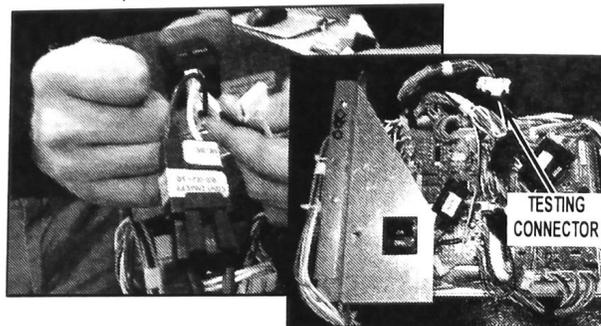

FIGURE 18
20. Rebrancher les conducteurs de phase et de neutre du module HT neuf à l'interrupteur d'alimentation principal de la platine. Si la platine de l'interrupteur n'est pas équipée d'un orifice pour le connecteur de test de fin de ligne, laisser le connecteur de test non raccordé à l'arrière de la platine de l'interrupteur. Voir Figure 18.